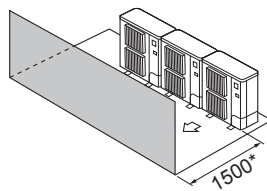

Fig. 2-11
- ③ Miejsce ograniczone tylko z przodu (Fig. 2-11)